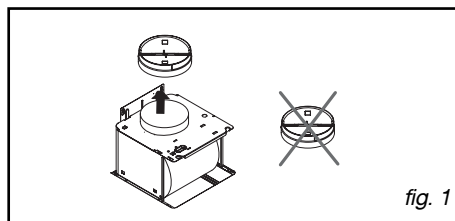

fig. 1
– Retire a válvula de retenção (fig.1).